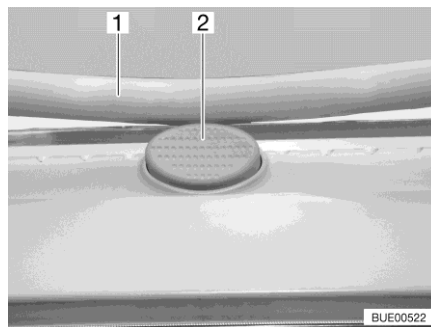

Fig. 120 Botón de seguridad (claraboya Heki)
- Pulsar el botón de seguridad (Fig. 120,2) y tirar el estribo (Fig. 120,1) hacia abajo con ambas manos.
- Presionar el estribo hacia arriba con ambas manos hasta que el estribo se encuentre encima del botón de seguridad (Fig. 120,2).